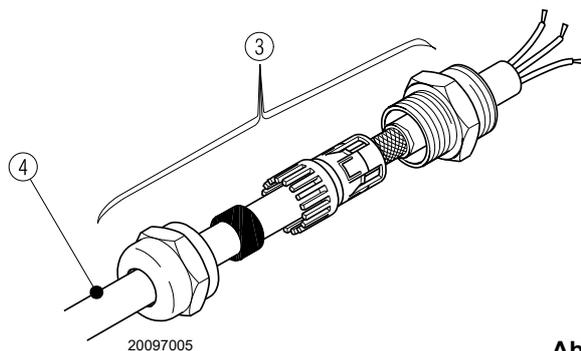

Abb. 34
- Unter Benutzung des Anschlussstücks 3) die Abschirmung des vom VSD (Inverter) kommenden Kabels 4) wie in Abb. 34 dargestellt durchführen